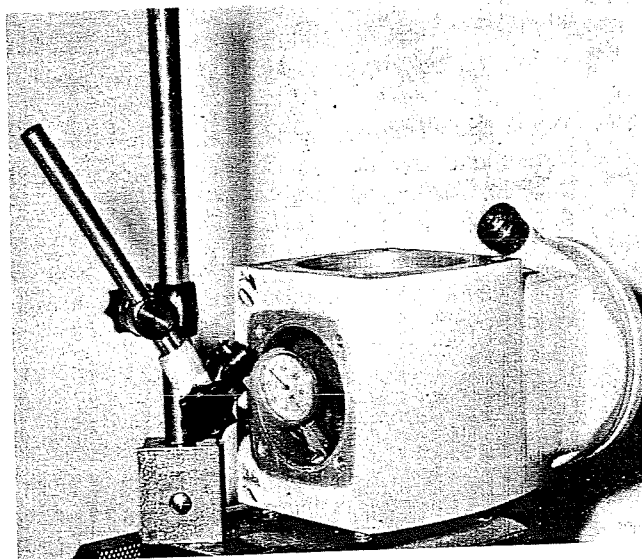

Fig. 7
16. Mät kuggflankspelet med en vipparmsindikator, se fig. 7. Kuggspelet skall vara 0,10 – 0,20 mm.